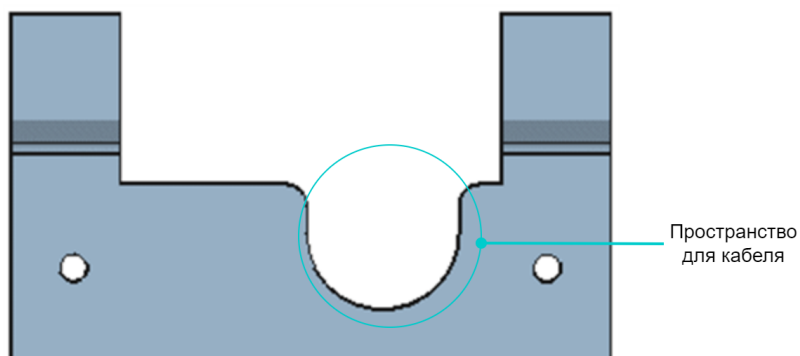

Рисунок 6 – Пространство для кабеля на монтажной пластине
5. Осуществите прокладку кабелей в соответствии с рекомендациями, изложенными в пункте 3.2.2. Кабель должен свободно размещаться в специально предназначенном для него пространстве монтажной пластины (см. рисунок 6).